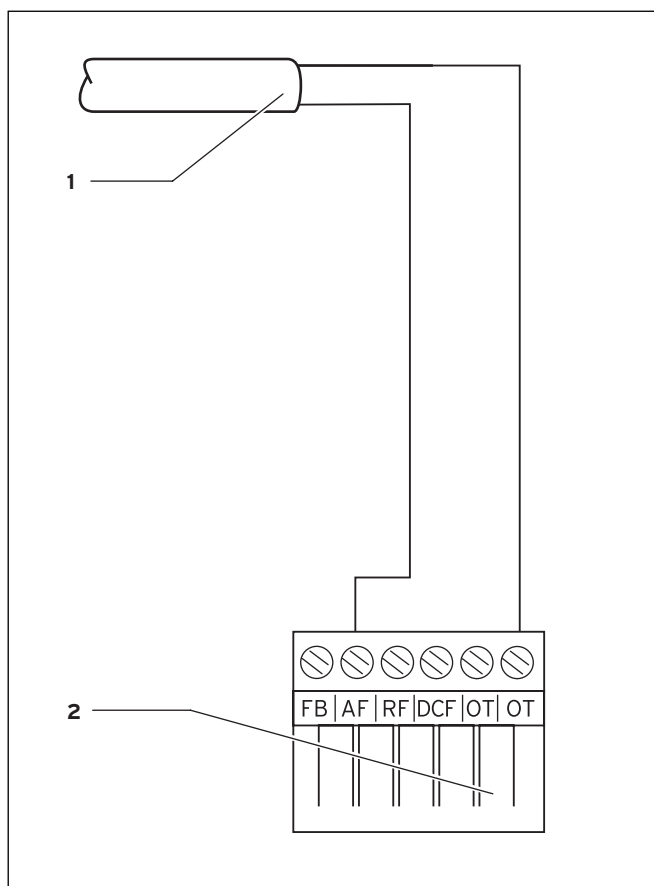

Рис. 5.2 Электropодключение наружного датчика VRC 693
- ⇒ Подключите соединительный кабель 6-полюсному крайевому штекеру согласно рис. 5.2.